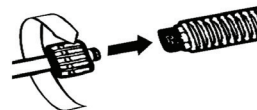

Рисунок 3
- Присоедините ручку распыления к шлангу. Перед тем, как включить мойку (рисунок 3).